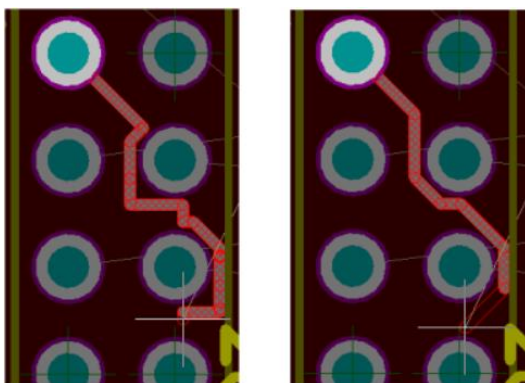

Fig. 3.19: Een voorbeeld van een printbaan die is getrokken zonder Glossing (links) en met Glossing (rechts).
- **Routing Gloss Effort (onder Routing Gloss Effort):** er zijn onder deze optie drie niveaus van “schoonmaken” (Glossing) van de aangelegde routes (zie Fig. 3.19):
- **Off:** er wordt geen enkele verbetering aangebracht aan de aangelegde printbaan. Dit wil zeggen dat een aangelegde printbaan dus heel willekeurig en slordig getrokken kan worden zonder dat er achteraf iets aan verandert (zie. Fig. 3.19).